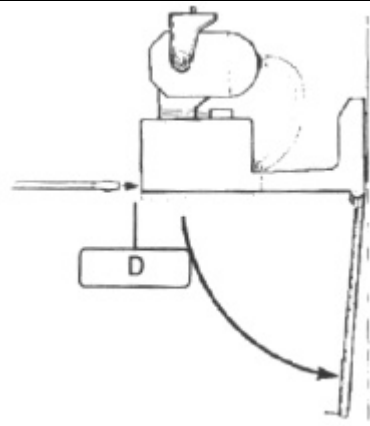

Fig. 2
2. Aprire il coperchio spingendo leggermente con un cacciavite sulla tacca D (fig.2).
3. Rilasciare il coperchio di fondo (Fig.2) ed estrarre la placca di alluminio B dal brandeggio.